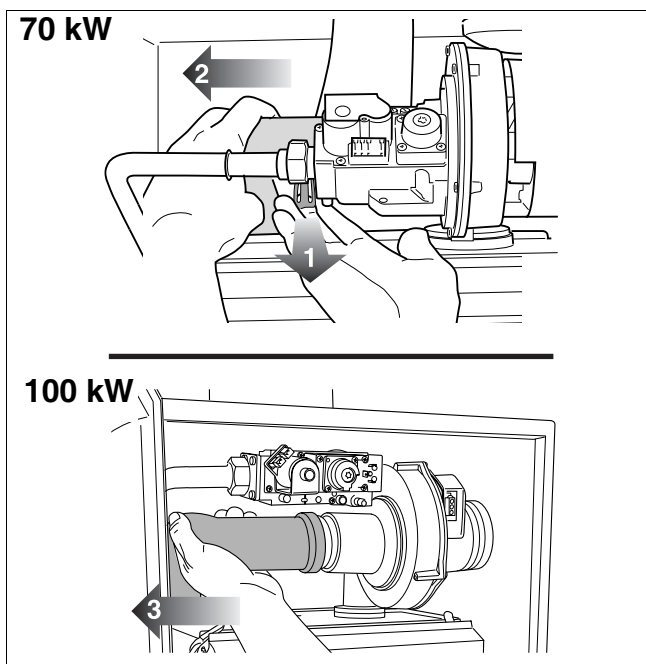

Fig. 80 Verwijder de luchtaanzuigbuis van de ventilator
- Neem de luchtaanzuigbuis van de ventilator los (→ fig. 80).